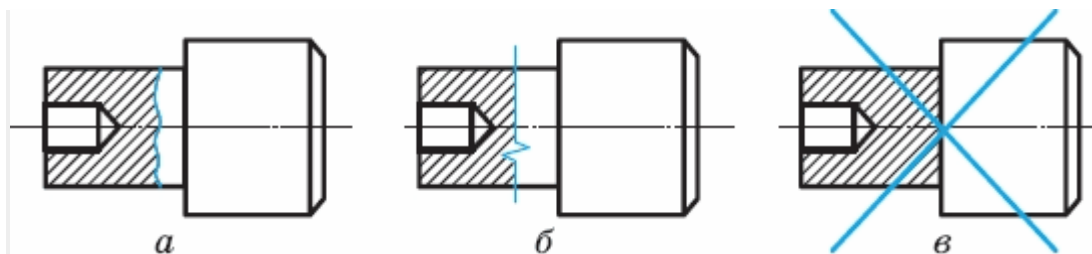

Рис. 7
3. Местные разрезы. Для более четкого выявления формы детали в каком-нибудь ограниченном месте используют разрез, называемый **местным** (рис. 7). На чертеже с помощью такого разреза показаны форма и глубина отверстия детали. В
Местный разрез на виде выделяют сплошной волнистой линией, толщина которой — от $s/3$ до $s/2$ (рис. 7, а), или сплошной тонкой линией с изломом (рис. 7, б). Эти линии не должны совпадать с другими линиями на изображении. На рисунке 7, в такая линия совпадает с линией контура: данное изображение неверное.